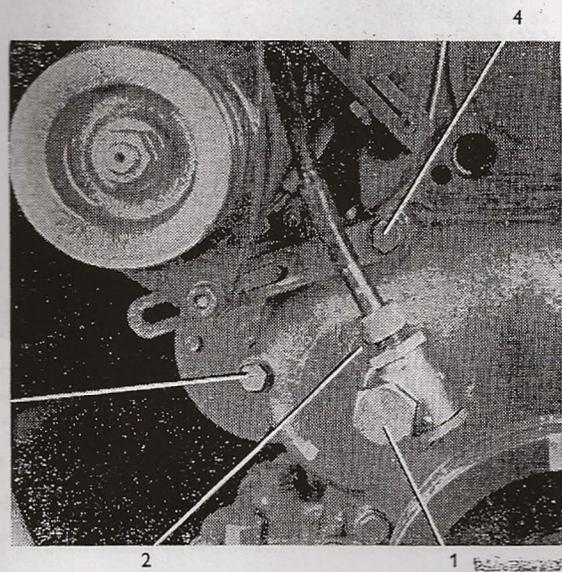

Fig. 79
2. Déconnecter du couvercle avant la commande de l'indicateur combinée (fig. 79/2) et dévisser les deux vis (fig. 79/1) de la bride de la commande du compteur des heures de marche du moteur (fig. 79/1).
3. Dévisser les onze vis M 8×45 (fig. 79/3) et la vis M 8×35 (fig. 79/4) du pied de la dynamo.